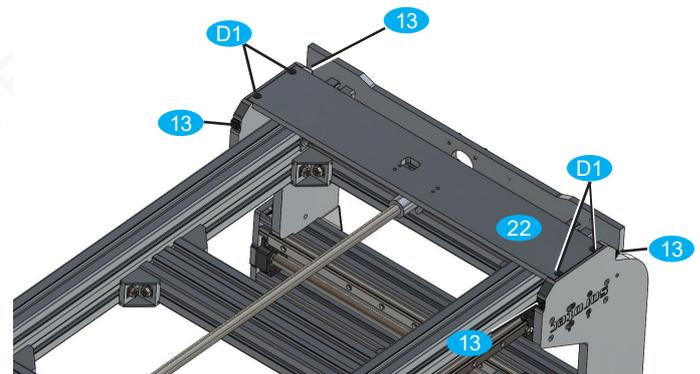

Bild 20: Montage Portalunterzug
- Portalunterzug **22** wie in Bild 20 dargestellt in die Aussparungen der Portalwangen einsetzen und mit Zylinderschrauben **D1** montieren; Schrauben leicht gegenziehen.